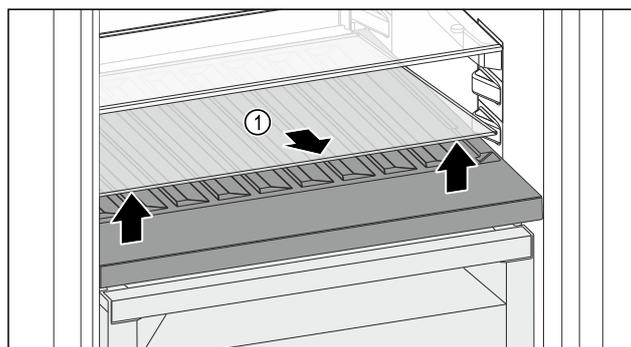

Fig. 109
- Sollevare il ripiano di vetro Fig. 109 (1) dall'incavo anteriore e rimuoverlo.
- Conservare il ripiano di vetro Fig. 109 (1) fuori dall'apparecchio in un luogo sicuro.